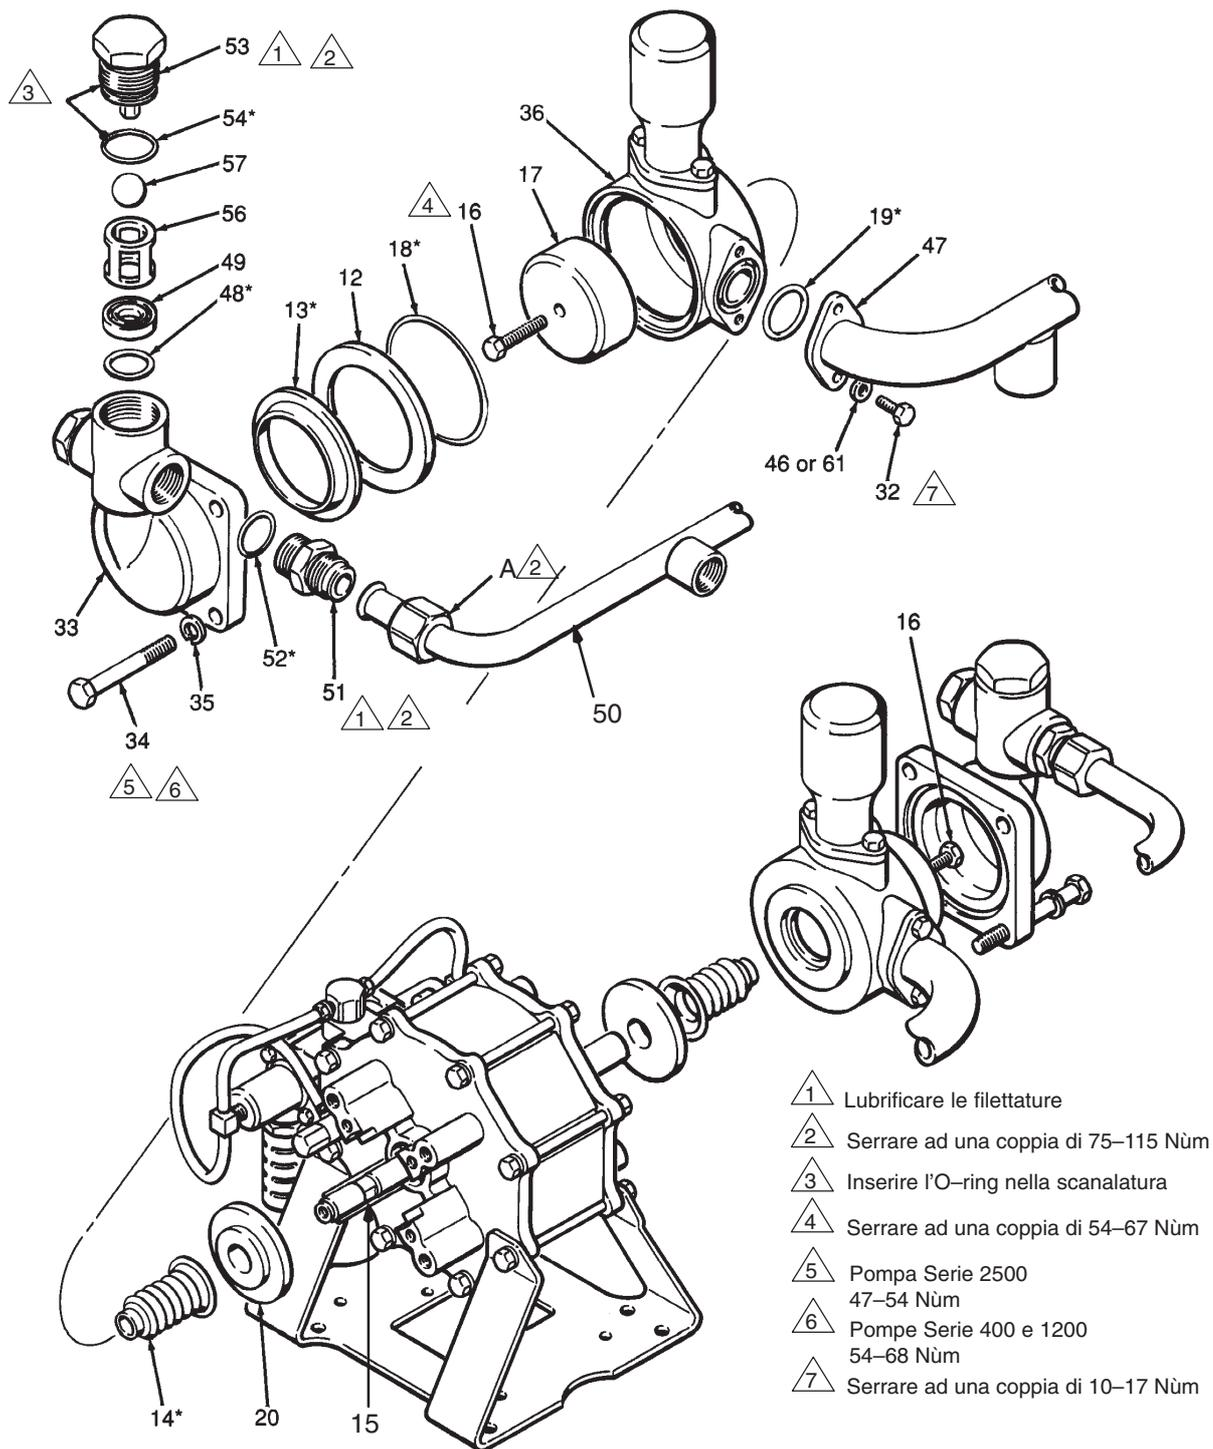

Fig. 8
3. Togliere il tappo (53) da ogni lato dell'alloggiamento di uscita (33). Ved. Fig. 8.
4. Togliere la sfera (57), la guida della sfera (56), la sede della valvola (49) e l'O-ring (48*) da ogni lato dell'alloggiamento di uscita.
2. Allentare i dadi dei tubi (A) e smontare il collettore di uscita (50). Svitare i connettori (51). Ved. Fig. 8.
3. Togliere le viti (34), le rondelle (35), l'alloggiamento di uscita (33), la tenuta dello stantuffo (13*) e la piastra di supporto (12). Ripetere il procedimento sull'altro lato della pompa.
4. Mantenendo fissa la vite (16) su un lato della pompa, togliere la vite sul lato opposto utilizzando una chiave a tubo.
5. Smontare lo stantuffo (17) afferrandolo con le mani. Esercitare un movimento oscillatorio per liberarlo dal soffiello (14).
6. Togliere le viti (32), le rondelle (46 o 61) e il collettore di entrata (47).
7. Smontare l'alloggiamento di aspirazione (36), il soffiello (14*) e la piastra di supporto (20).
8. Bloccare con una chiave le parti piane dello stelo dello stantuffo (15) e togliere la vite rimanente (16).